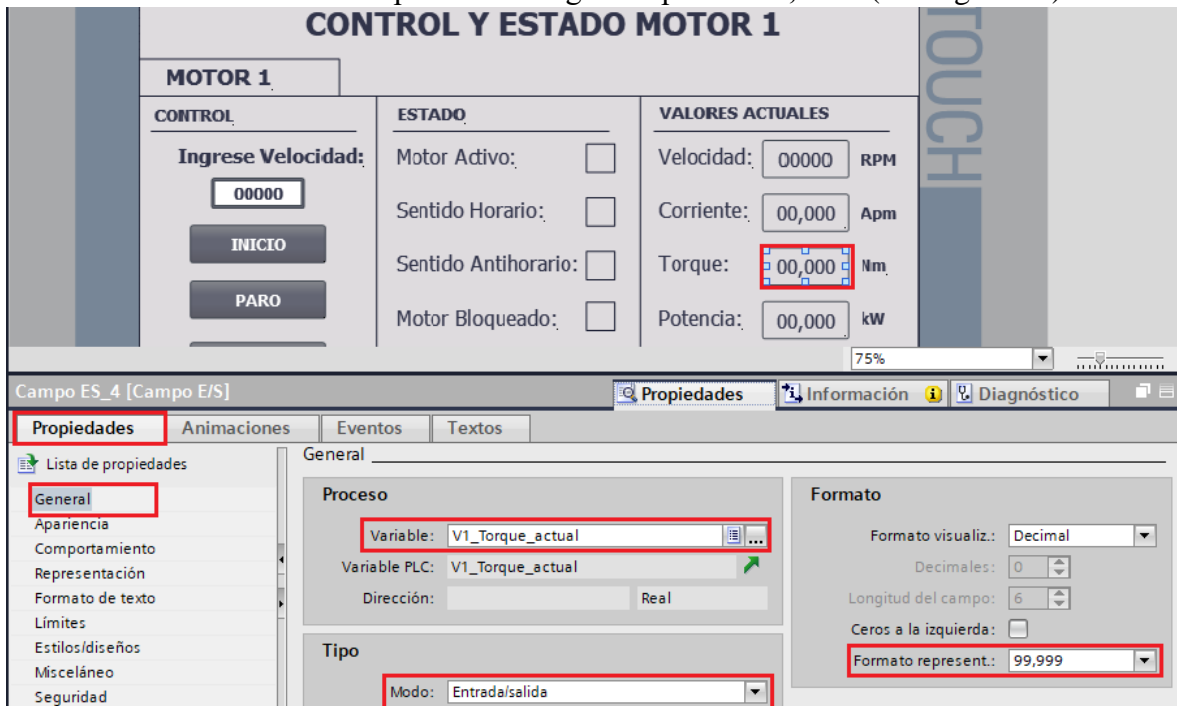

Figura 58. Configuración campo E/S Torque actual.
- En “Formato” / “Formato represent” escoger la opción “99,999” (ver Figura 58).